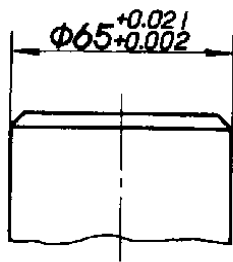

图 3
- 2.1.2 当采用极限偏差标注线性尺寸的公差时，上偏差应注在基本尺寸的右上方；下偏差应与基本尺寸注在同一底线上（图3、4）。